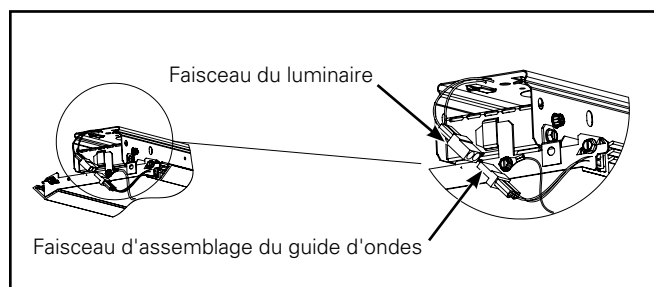

Figure 5.
5. Raccordez le faisceau de câblage de la DEL à chaque extrémité de l'assemblage du guide d'ondes. (Figure 5.)